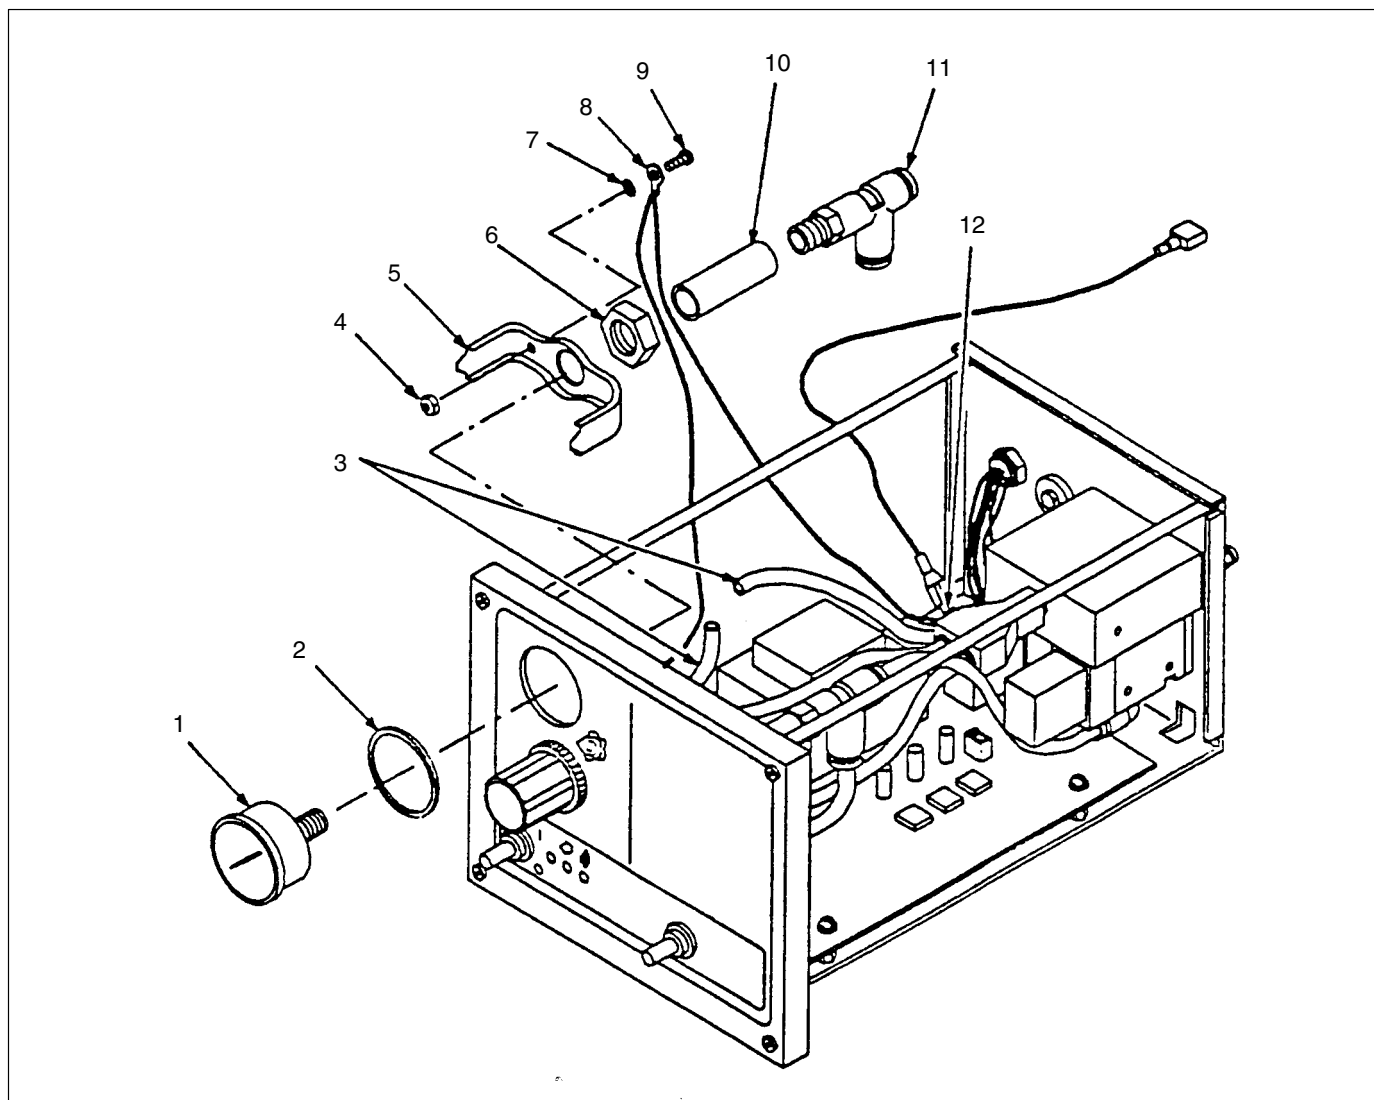

Fig. 6-3 Utskifting av manometeret
2. Se fig. 6-3. Fjern skruer (9), riflede skiver (7), muttere (4) og jordledning (8) fra manometerbrakettene (5).
3. Koble luftslange (3) fra T-stykket (11).
4. Ta av T-stykket og kuplingen (10) fra manometeret (1).
5. Fjern mutteren (6) og braketten (5) fra manometeret.
6. Ta manometeret og pakningen (2) av frontpanelet. Oppbevar pakningen for senere gjenbruk, hvis den er i orden.